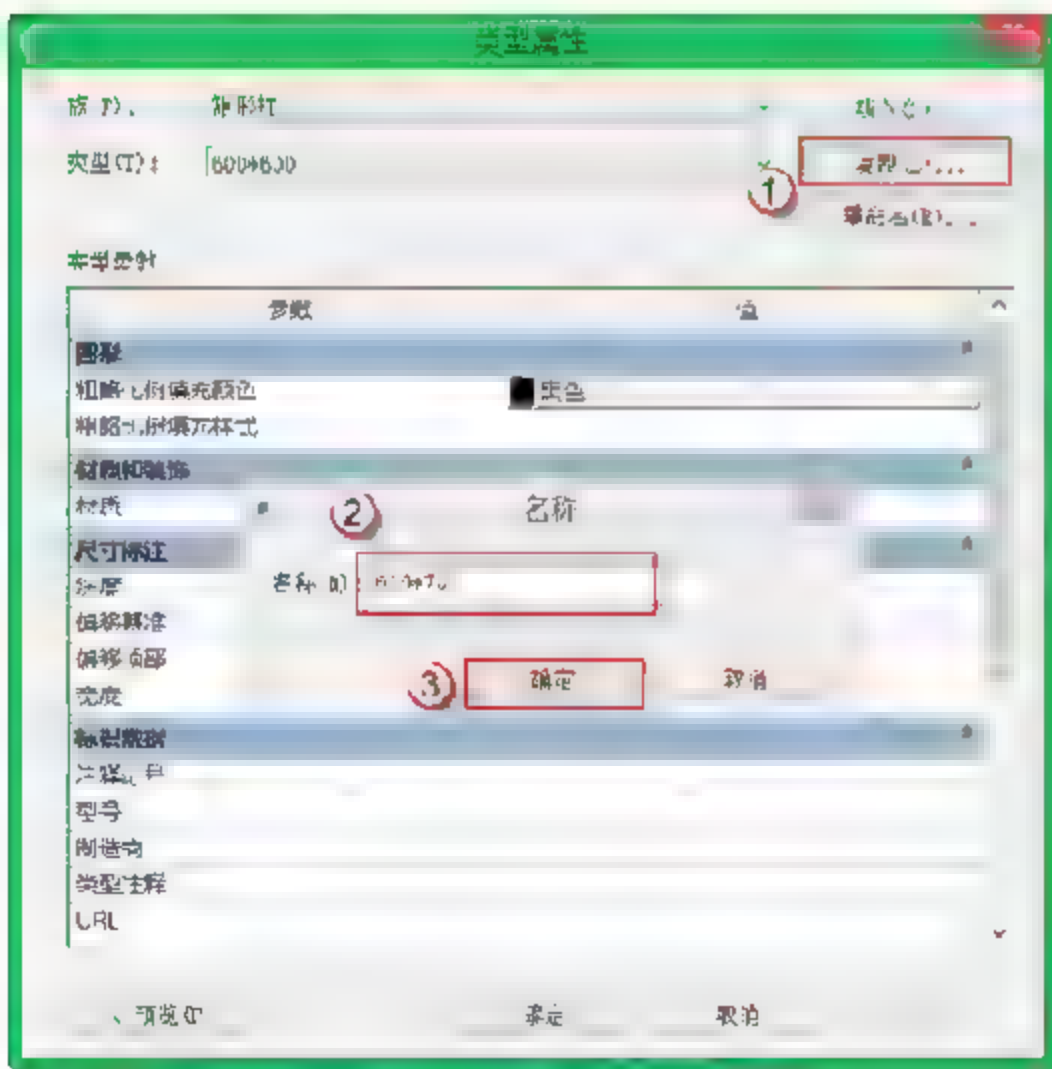
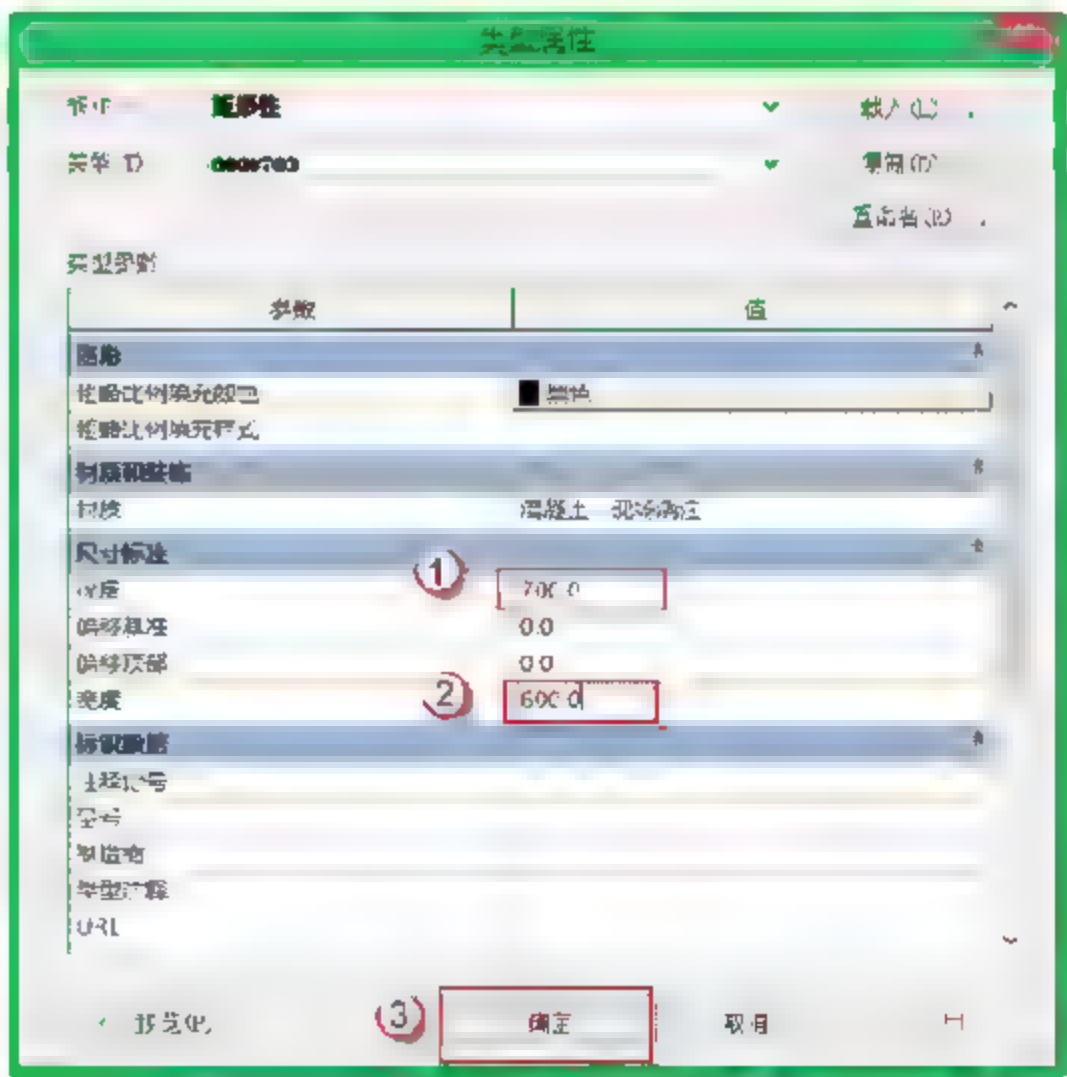

图 10.2.64 复制“600\*700”矩形柱
图 10.2.65 编辑“600\*700”矩形柱的尺寸
(7) “600\*700” 建筑柱的族类型设定。选择“建筑”→“柱”→“建筑”命令，单击“编辑类型”按钮进入“类型属性”对话框，单击“复制”按钮，将矩形柱名称改为“600\*700”，最后单击“确定”按钮，如图 10.2.64 所示。然后在“类型属性”对话框中单击“矩形柱”对应的“材质”单元格右上角的“浏览”按钮，在弹出的“材质浏览器”中，选择“AEC 材质”→“混凝土”→“现场浇筑混凝土”选项，将其填充图案改为“混凝土-钢砼”，单击“确定”按钮返回“类型属性”对话框，最后将“深度”改为“700mm”，“宽度”改为“600mm”，此处偏移“0”，最后单击“确定”按钮，如图 10.2.65 所示，这样就完成了“600\*700”建筑柱的族类型设定。